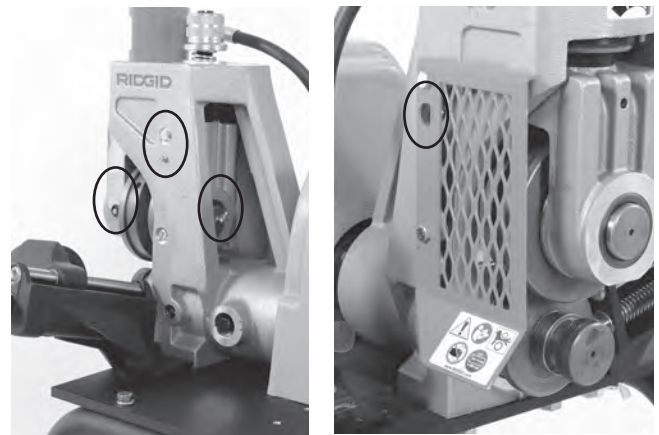

Figure 18 – Graisseurs
- Gavez les graisseurs indiqués à la Figure 18 jusqu'à la sortie d'une petite quantité de graisse.